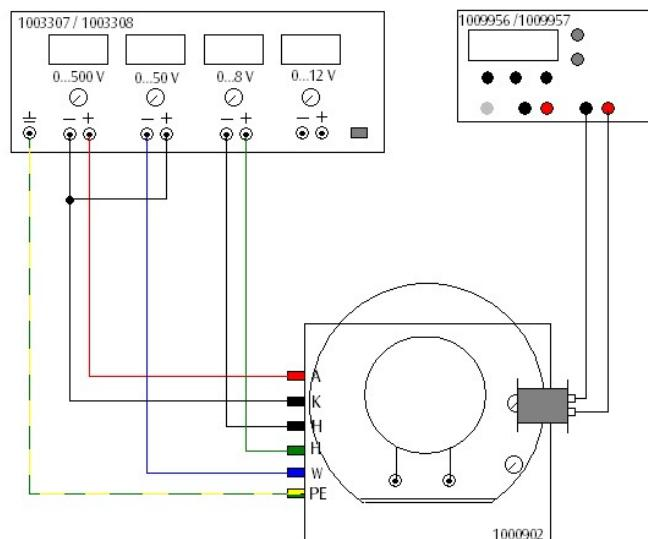

Fig. 6 Rappresentazione oscilloscopica di segnali periodici con un generatore di funzione
- Fissare una bobina sul lato destro dell'anello metallico come in fig. 6.
- Cablare il tubo come indicato nella fig. 6.
- Cablaggio del tubo come indicato nella fig. 6.